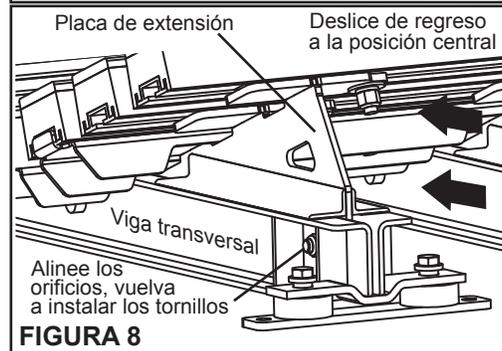

FIGURA 8
8. **Instale las barras de impacto.** Iniciando con las barras centrales, coloque la barra de impacto en su lugar. Coloque los soportes entre las lengüetas en el ensamblaje de extensión mientras verifica que el biselado en la barra de impacto esté colocado en el extremo de la polea trasera de la cama (Figura 8).
- 8. Deslice la mitad de la cama de regreso al centro.** Empuje la mitad de la cama de regreso a la cama hasta que estén alineados los orificios en las placas de extensión y las vigas transversales (Figura 8). Nota: Si los orificios no se alinean, es posible que sea necesario utilizar un tirante de trinquete para jalar del lado opuesto de la cama hasta que los orificios estén alineados. Vuelva a instalar los tornillos y apriete.